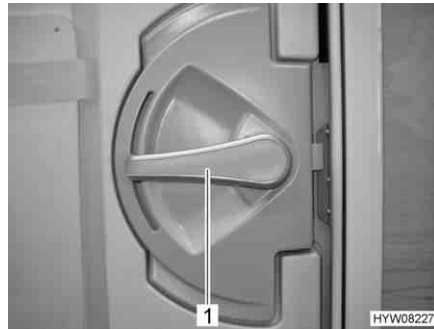

Bild 25 Türschloss, Eingangstür, innen
- Öffnen:** ■ Den Türgriff (Bild 25,1) nach unten drücken.
- Verriegeln:** ■ Den Türgriff (Bild 25,1) ca. 45° nach oben drehen und in dieser Stellung stehen lassen.